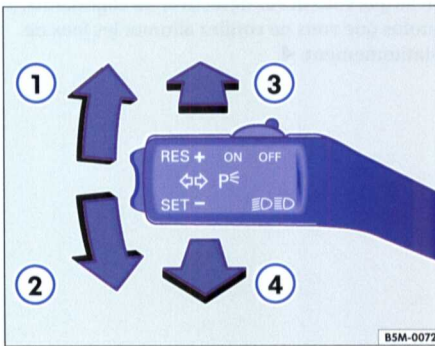

Fig. 37 Levier des clignotants et de l'inverseur-codes
- Soulevez le levier jusqu'en butée  $\Rightarrow$  fig. 37 ① pour activer les clignotants droits ou abaissez-le jusqu'en butée ② pour activer les clignotants gauches.
- Poussez le levier vers l'avant  $\Rightarrow$  fig. 37 ③ pour activer les feux de route.